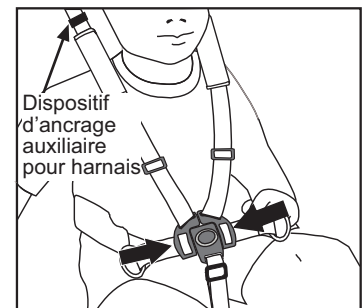

Fig. 18 Attacher la boucle de sangle d'entrejambe
- Attacher les sangles des épaules. Faire passer les deux boucles de sangles d'épaule dans la boucle de la sangle d'entrejambe (Fig.18).
NOTE: Pour les passagers les plus lourds et (ou) les plus grands (près des limites ci-dessus), des dispositifs d'ancrage auxiliaires pour harnais peuvent être utilisés. Il suffit de déplier le dispositif d'ancrage velcro (Fig. 18), de glisser les boucles du dispositif de verrouillage au-dessus des dispositifs d'ancrage et de recoller le velcro afin de tenir les boucles du dispositif de verrouillage en place.